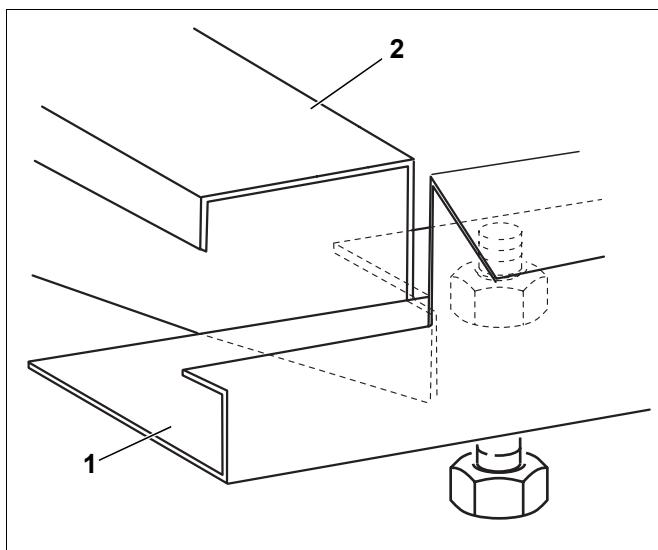

Fig. 39 Inserimento della guida longitudinale sulla traversa trasversale
- ▶ Inserire la guida longitudinale (fig. 39, [1]) con l'intaglio anteriore sull'intaglio della traversa (fig. 39, [2]).